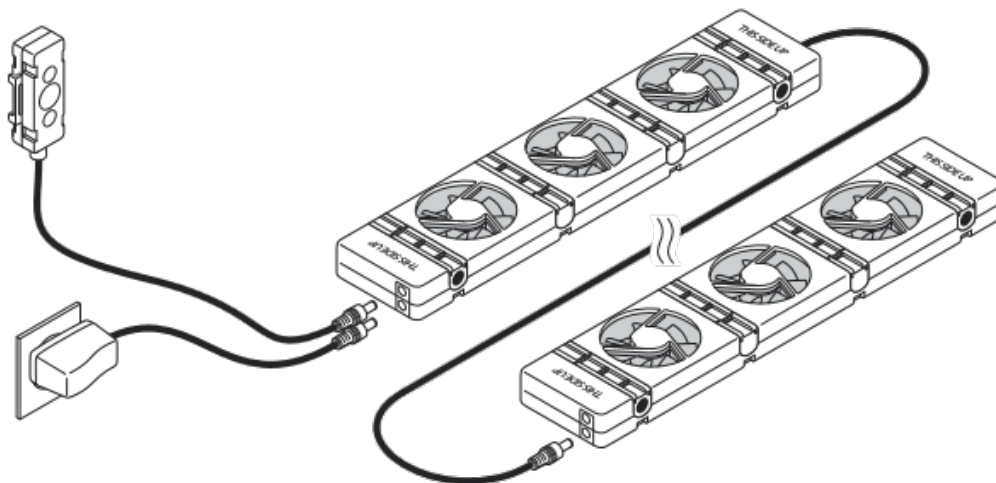

Abb. 4 - Verbinden weiterer SpeedComfort-Geräte (A).
6. Bei langen Heizkörpern verbinden Sie zusätzliche **SpeedComfort**-Geräte (A) mithilfe des 30 cm langen **Verbindungskabels** (F) (siehe Abb. 4). Es können mehrere **SpeedComfort**-Geräte (A) (bis zu 20) mit einem **Netzadapter** (D) verbunden werden. Zusätzliche **Temperaturfühler** (E) sind nicht erforderlich. Das Duo-Set und das Trio-Set enthalten mehrere **SpeedComfort**-Geräte.